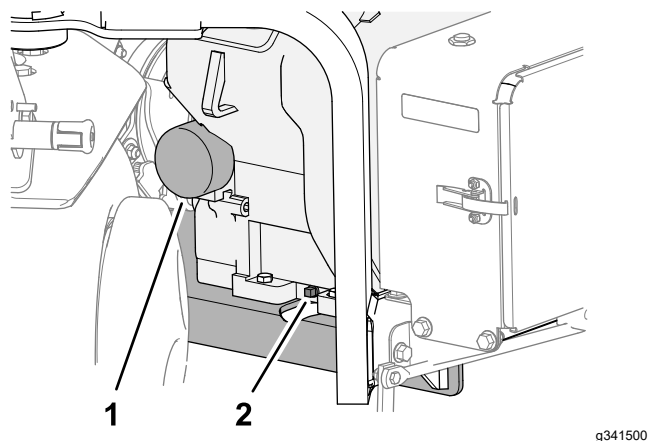

Figura 161
3. Collocate una bacinella sotto al tappo di spurgo dell'olio e rimuovete il tappo (**Figura 161**).
1. Collocate una bacinella di spurgo bassa sotto il filtro dell'olio e togliete il filtro (**Figura 161**).
6. Inserite il filtro dell'olio sul relativo adattatore in modo che la guarnizione sia a contatto con l'adattatore del filtro (**Figura 161**), quindi serrate il filtro di un ulteriore 1/2 giro.